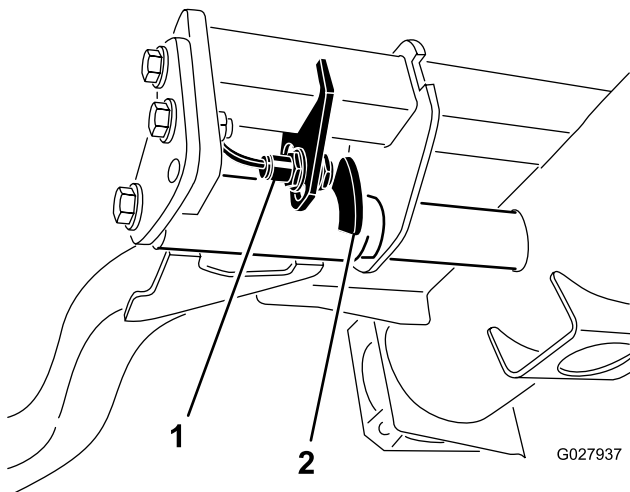

Bild 66
2. Der Hubarmschalter befindet sich unter dem Hydraulikbehälter hinter dem rechten vorderen Hubarm (Bild 66).
3. Lösen Sie die Befestigungsschrauben des Schalters und schieben den Schalter nach unten, um die Wendehöhe des Hubarms zu erhöhen, oder schieben Sie den Schalter nach oben, um die Wendehöhe des Hubarms zu verringern (Bild 66).